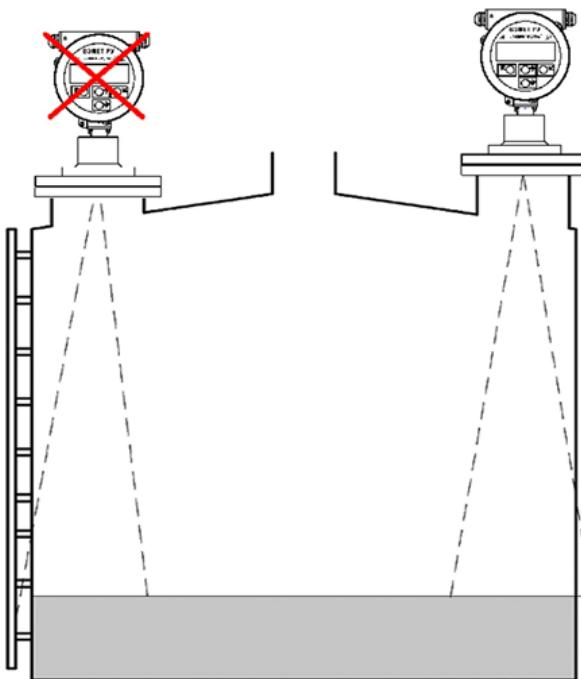

Рис.7. Установка прибора на резервуар из радиопрозрачного материала.
3.1.3.7. В случае применения прибора на резервуарах из радиопрозрачного материала (например, пластик), следует учитывать, что конструкции вне резервуара могут попадать в измерительный луч. Поэтому, при монтаже следует выбирать позицию уровнемера с учетом данного факта (рис.7).